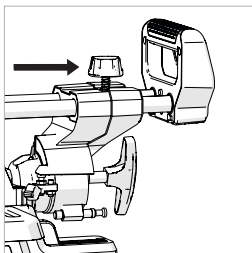

Fig. 37
- Serrare la manopola di blocco scorrimento. **(Fig. 37)**